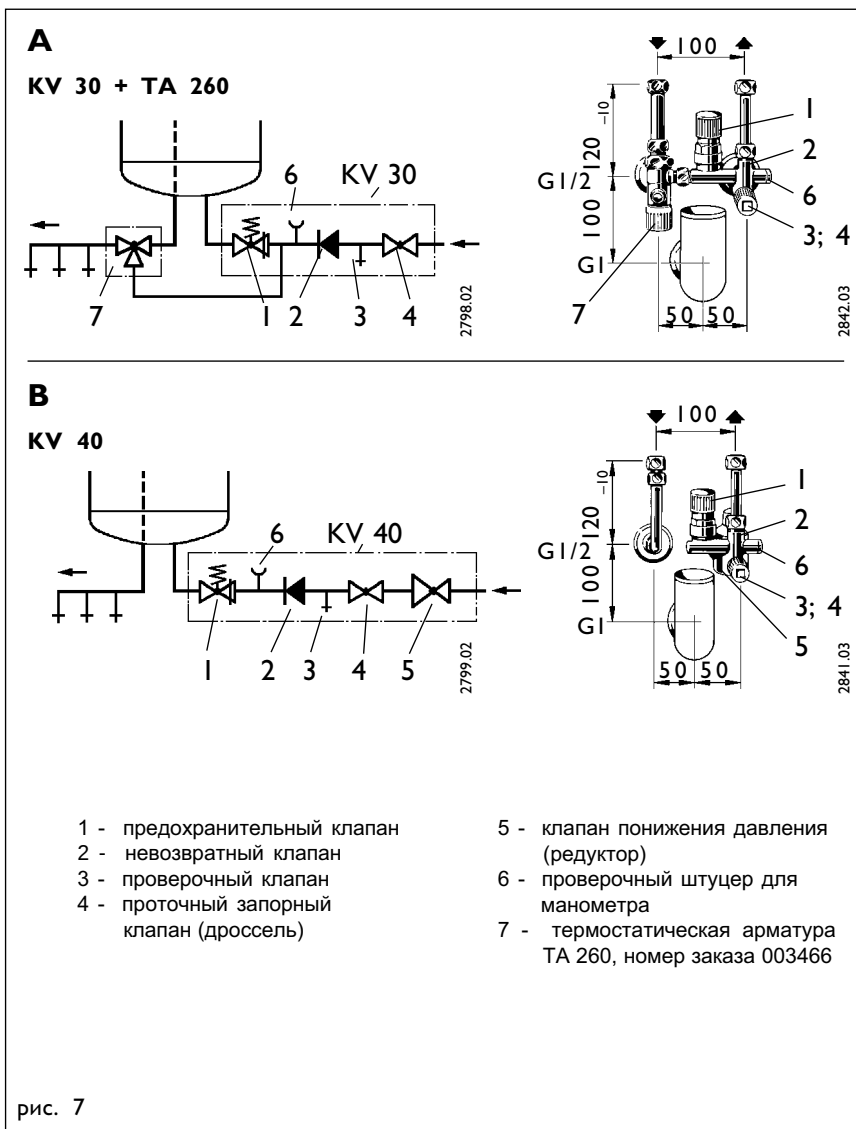

рис. 7
- Открыть влево в направлении "Prüfen" вращающуюся крышку предохранительного клапана (см. рис. 7, поз. 6).